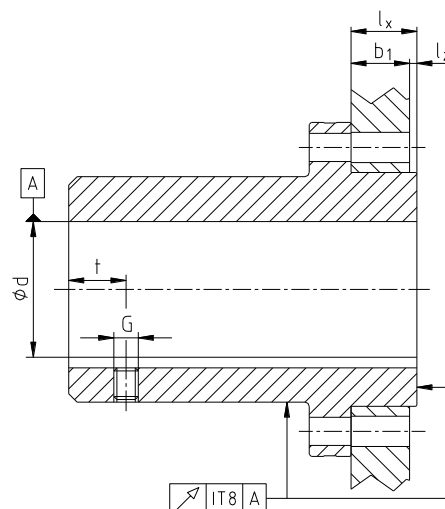

Figura 3: Exactitud de concentricidad y excentricidad
- Para el mecanizado del agujero por parte del cliente es necesario mantener las tolerancias de concentricidad y alabeo (ver Figura 3).